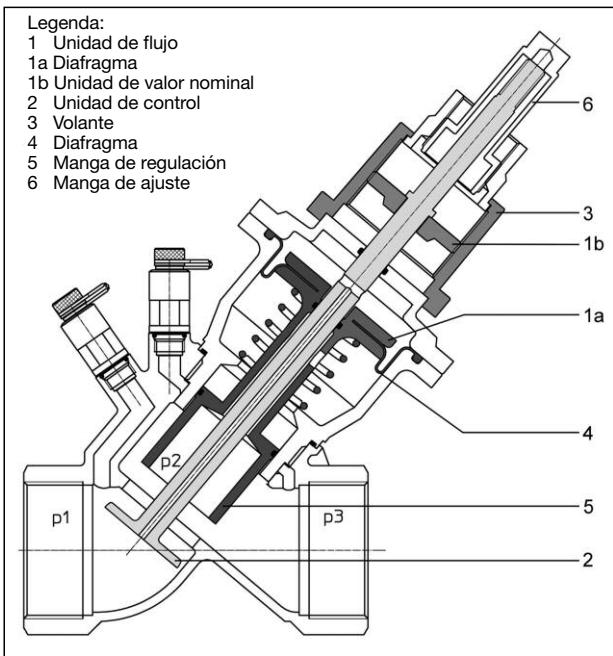

Figura 5 Construcción de la válvula "Cocon QTR"
Con el medidor de caudal conectado(e.g. "OV-DMC 2"), se puede medir el diferencial de presión a través de la válvula. La sección ilustrada de la válvula "Cocon QTR" (figura 5) muestra tres valores de presión. "p1" es la presión de entrada, y "p3" es la presión de salida de la válvula. "p2" es la presión de operación que actúa sobre el diafragma. El diferencial de presión "p1" - "p2" se mantiene en un valor constante, gracias al diafragma integrado (pos. 1a) de la válvula de regulación y control.